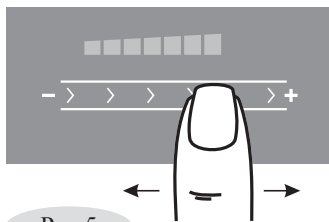

Рис.5
2. Выбор необходимого уровня мощности производится перемещением пальца по специальной поверхности **4** - «скользящая кнопка» (рис. 5). Когда уровень мощности меняется, звучит сигнал, а в окне выбранной конфорки отображается мощность от «**0**» до «**9**» и «**P**».
1. Работаящую конфорку касанием зоны ② перевести в режим управления.
2. Перемещая палец по поверхности ④ - «скользящая кнопка» измените режим нагрева конфорки (рис. 5).